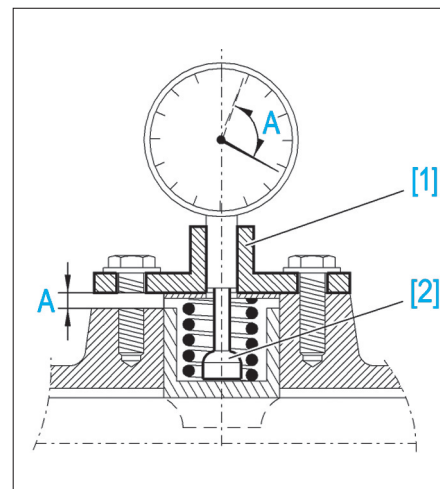

FIG. 16
- [3]. Comparateur (Fig.16).
- Noter la valeur (A) du jeu relevé (Fig.16).
- Choisir des cales (3) d'épaisseur (e) pour obtenir la valeur suivante : $e = A + 0,06$ mm (Fig.16).
- les cales de remplacement de cale élastique (2).
- la coupelle (5),
- le joint torique (4),
- les cales de réglage (3),
- la cale élastique (2),
- la bride (1) et la serrer au couple prescrit.